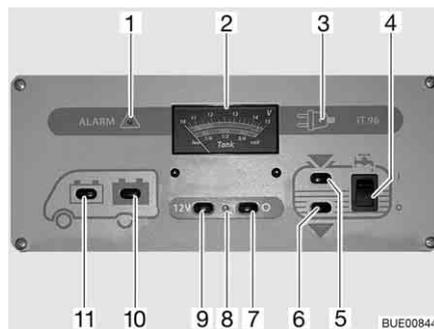

Fig. 154 Panel IT 96-2
El interruptor principal de 12 V (Fig. 154,7 y 9) conecta y desconecta el panel y la alimentación de 12 V del habitáculo.
- Pulsar el interruptor (Fig. 154,9) "12 V": La alimentación de 12 V del habitáculo está conectada. La luz de control (Fig. 154,8) se enciende de color verde.
- Pulsar el interruptor (Fig. 154,7) "O": La alimentación de 12 V del habitáculo está desconectada. La luz de control (Fig. 154,8) se apaga.
Observar la escala superior del instrumento indicador V/depósito (Fig. 154,2). El instrumento indicador se ilumina automáticamente al accionar el interruptor.
- Pulsar el interruptor (Fig. 154,11) "☰": Indica la tensión de la batería del motor de arranque.
- Pulsar el interruptor (Fig. 154,10) "☷": Indica la tensión de la batería del habitáculo.
Observar la escala inferior del instrumento indicador V/depósito (Fig. 154,2). El instrumento indicador se ilumina automáticamente al accionar el interruptor.
- Pulsar el interruptor (Fig. 154,5) "": Indica la cantidad de agua.
- Pulsar el interruptor (Fig. 154,6) "": Indica la cantidad de aguas residuales.
Conectar: ■ Pulsar el interruptor basculante (Fig. 154,4) por arriba "I": El suministro de agua está conectado.
Desconectar: ■ Pulsar el interruptor basculante (Fig. 154,4) por abajo "O": El suministro de agua está desconectado.
La luz roja de "ALARMA" (Fig. 154,1) parpadea en cuanto la tensión de la batería del habitáculo baja de 11 V (medición durante el servicio) y hay peligro de descarga completa.
Se enciende la luz de control de 12 V (Fig. 154,8) cuando se conecta el interruptor principal de 12 V (Fig. 154,9).
Se enciende la luz de control de 230 V (Fig. 154,3) amarilla cuando hay tensión de red en la entrada del bloque eléctrico.